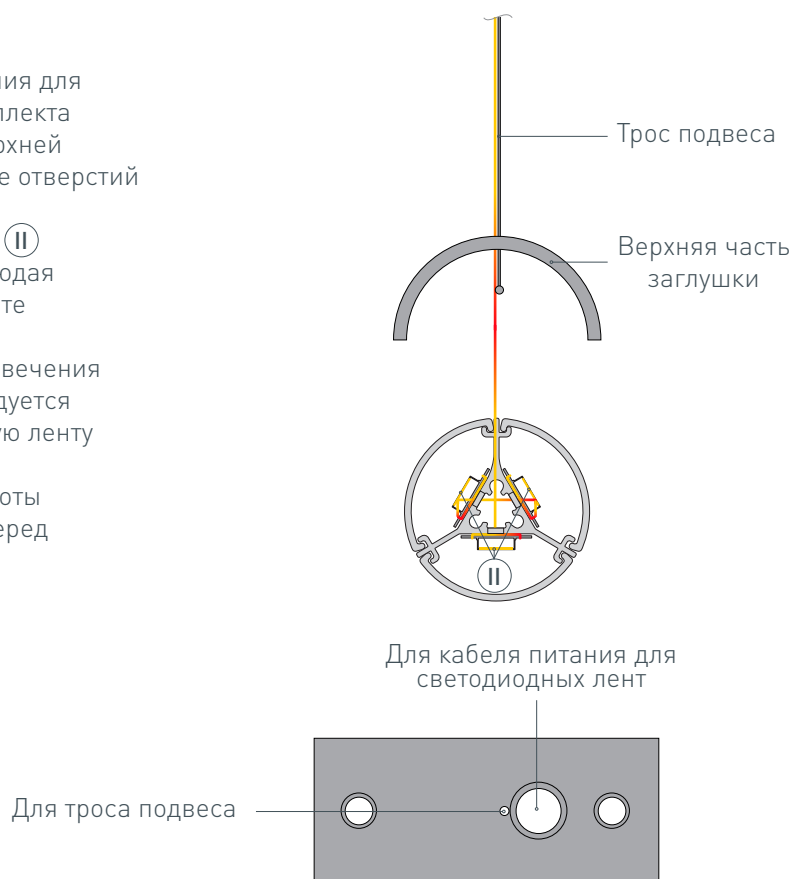

Рис. 2. Расположение отверстий на верхней части заглушки (IV). Вид сверху
- 5 / Пропустите кабель от блока питания для светодиодных лент и трос из комплекта подвеса (V) через отверстия в верхней части заглушки (IV). Расположение отверстий показано на рис. 2. Подключите светодиодные ленты (II) к источнику питания, строго соблюдая полярность, обозначенную на плате светодиодной ленты. Для обеспечения равномерного свечения ленты (II) по всей длине рекомендуется подавать питание на светодиодную ленту с двух сторон. После проверки исправности работы оборудования — отключите его перед дальнейшими этапами монтажа.